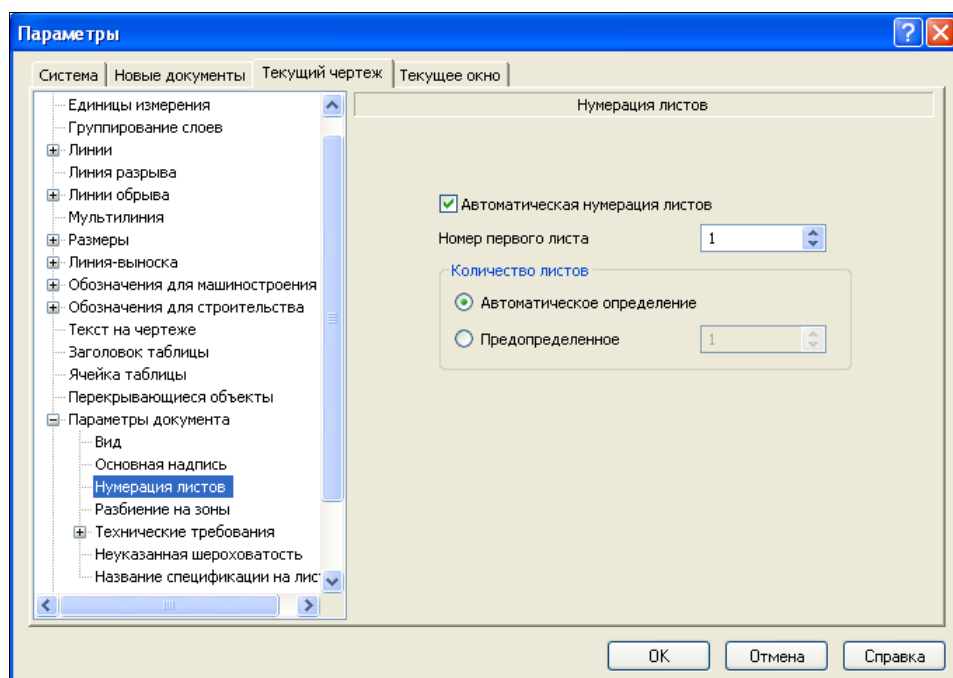

Рис. 13.3. Диалоговое окно Параметры с открытой панелью Нумерация листов
- ◆ щелкните ЛК мыши по пункту **Нумерация листов**. В правой части появилась панель **Нумерация листов** (рис. 13.3). На этой панели: